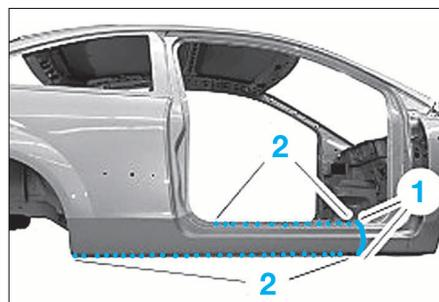

FIG. 41
- Souder en cordon continu sous protection gazeuse (2) et discontinu sous protection gazeuse (3).
- Souder en cordon continu sous protection gazeuse le raccord (1) (Fig.41) et par résistance par points (2) le bas de caisse.